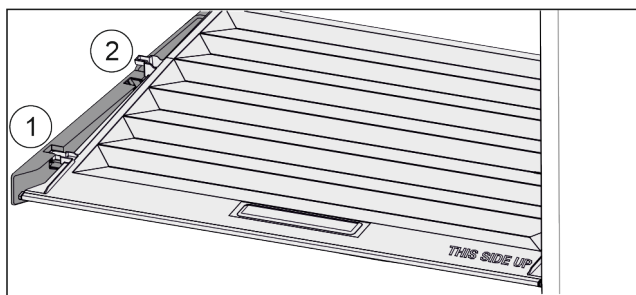

Fig. 109
- ▶ Vytáhněte víko dopředu až k otvoru v přídržných dílech Fig. 109 (1).
- ▶ Vzadu zespuďu nadzvedněte a vyjměte směrem nahoru Fig. 109 (2).